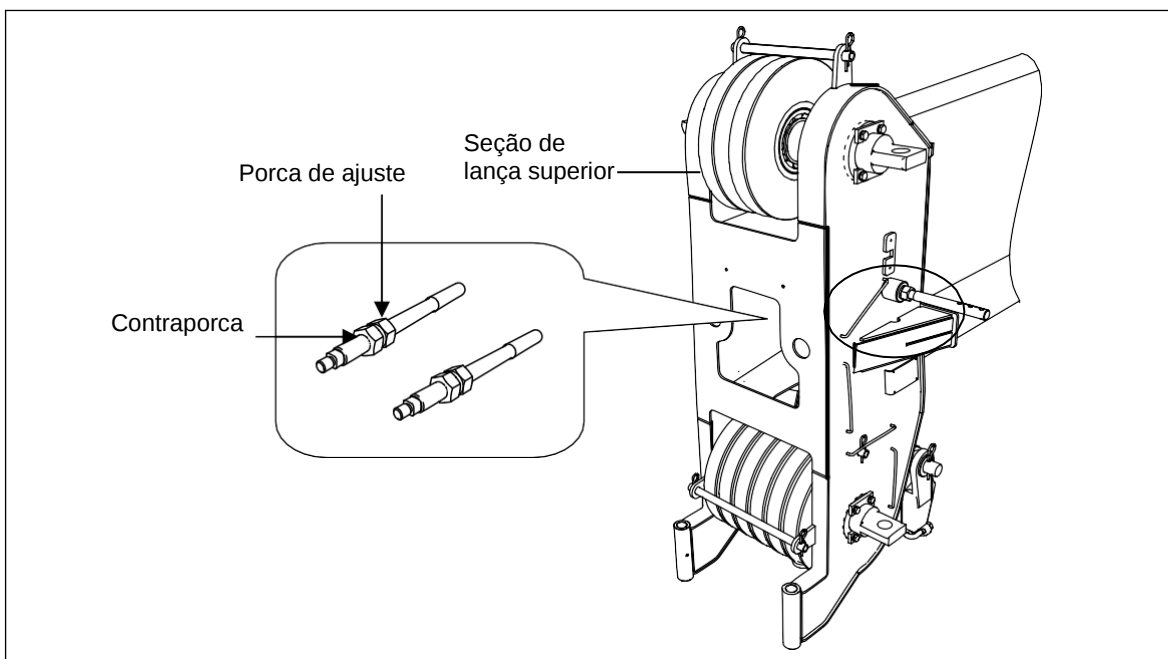

Figura 4-5 Ajuste do cabo de retração da lança na seção de topo da lança
- 1) Remova a carcaça da tampa na cabeça da seção telescópica 4. E a porca na cabeça do cabo de retração da lança fica exposta. Consulte a figura 4-5.